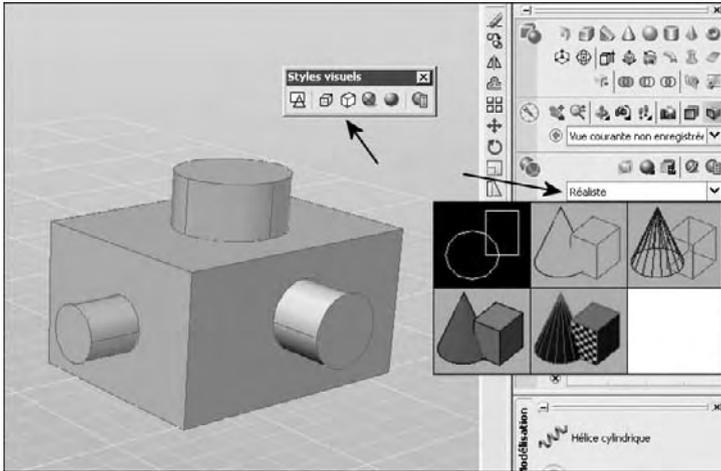

Fig.1.42
- 2 Sélectionnez le style visuel par l'une des méthodes suivantes (fig.1.42) :